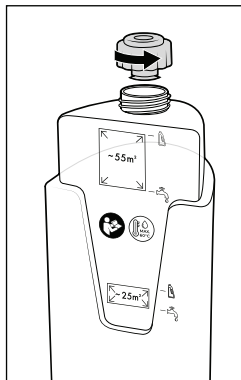

Fig. 7
- ◆ Vire o reservatório de água limpa ❶ ao contrário e desenrosque a tampa (ver fig. 7).